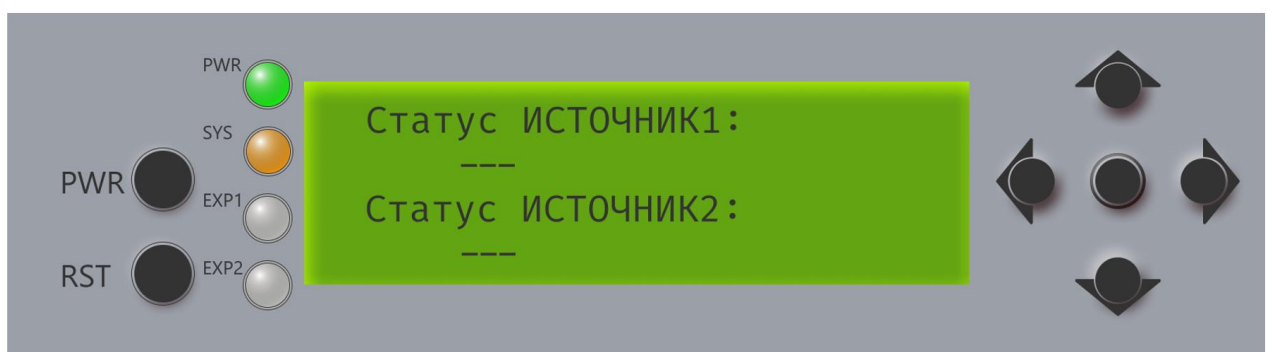

Рисунок 1.18 – Пример диагностики источников питания при выключенной аппаратной платформе
- статусы источников питания, датчиков температуры, вентиляторов (Рисунок 1.18 – Рисунок 1.20).